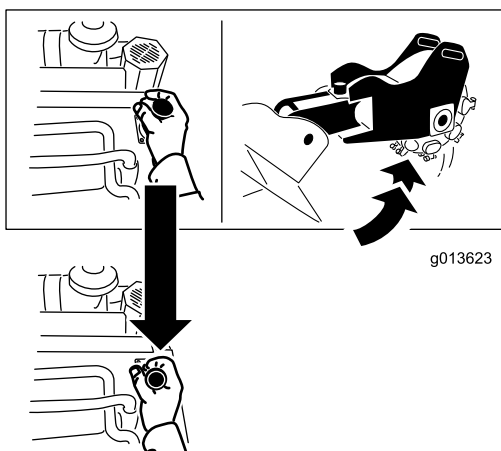

Figura 13
- Per sollevare la tranciatrice, tirate indietro la leva (Figura 13).